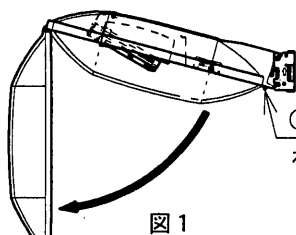

図1
- ①ランプ交換はグローブを開けて（図1）から行ってください。